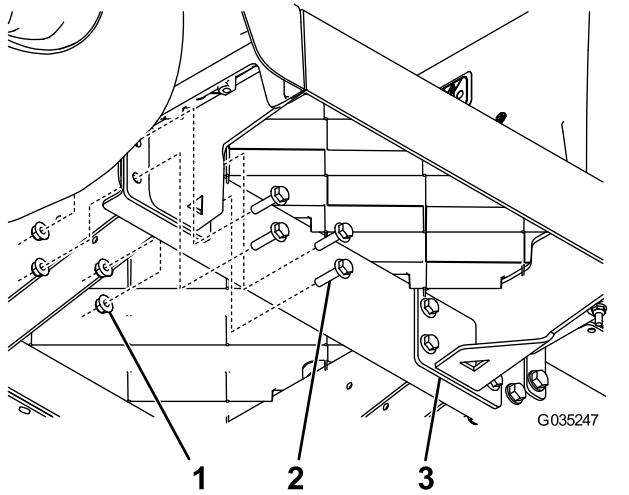

Figure 5
- Posez un nouveau support de panneau de plancher à l'aide de 8 boulons à embase (5/16 x 1 1/4 po) et de 8 écrous à embase (5/16 po), comme montré à la Figure 5.
- Posez l'autre nouveau support de panneau de plancher à l'aide de 8 boulons à embase (5/16 x 1 1/4 po) et de 8 écrous à embase (5/16 po), comme montré à la Figure 5.